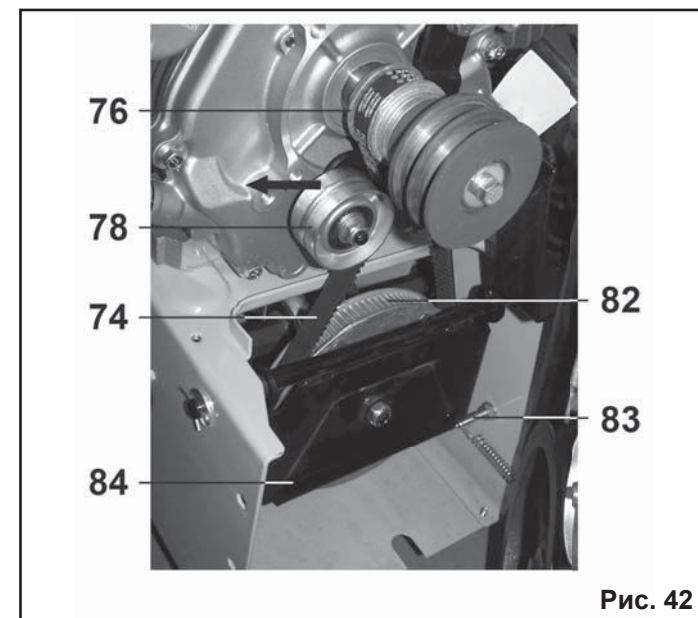

Рис. 42
9.17. Замена ремня привода колес/гусениц (Рис.42)